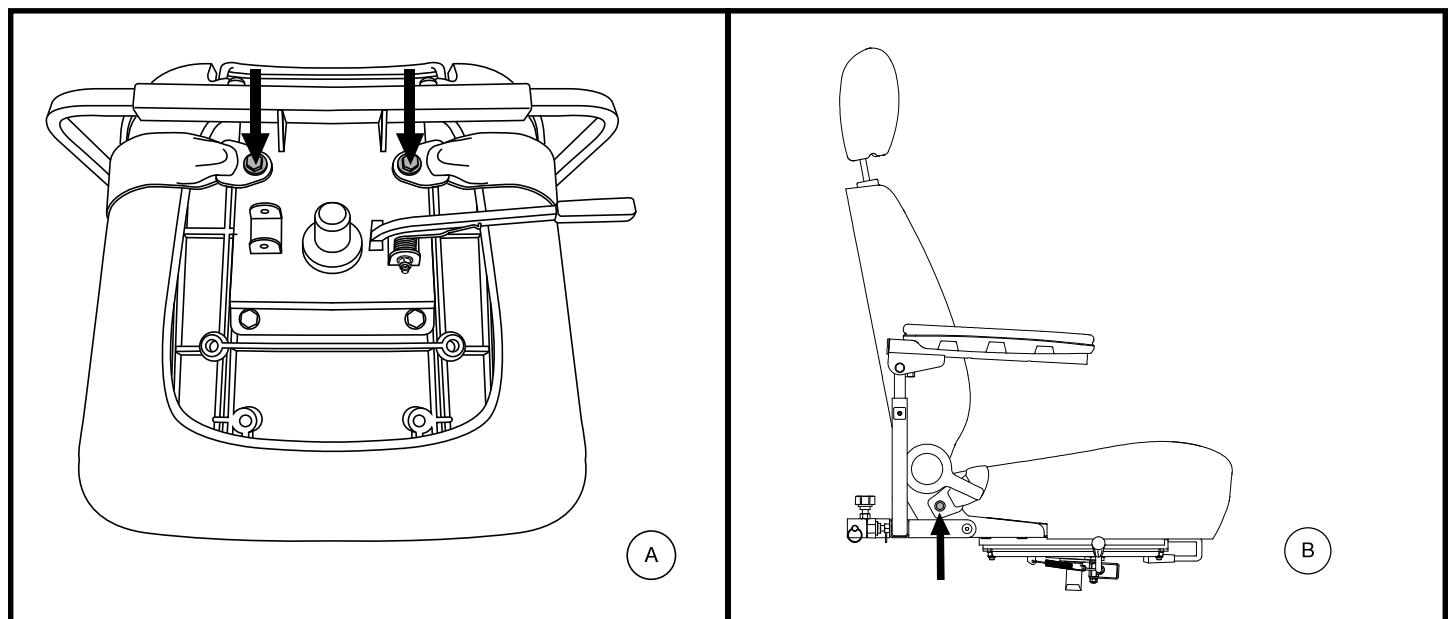

Figura 23. Bulloni per cinture di sicurezza
La seduta del scooter può essere dotata di cinture di sicurezza regolabili. Vedere figura 23. La cintura di sicurezza è stata progettata per garantire un maggiore supporto all'utente ed evitare che scivoli in avanti o indietro sulla seduta. La cintura di posizionamento non è concepita come dispositivo di contenimento.
2. Posizionare la seduta a testa in giù per poter lavorare sulla base della seduta. **Vedere figura 23.**